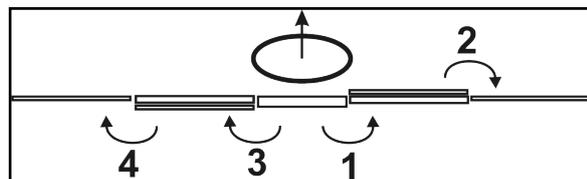

Fig. 73
Reihenfolge beim Ausklappen des Gestänges laut Fig. 73 beachten. Das Einklappen erfolgt in umgekehrter Reihenfolge!
2. Rechten Gestängeausleger ausklappen (Fig. 73/1,2).
3. Linken Gestängeausleger ausklappen (Fig. 73/3,4).